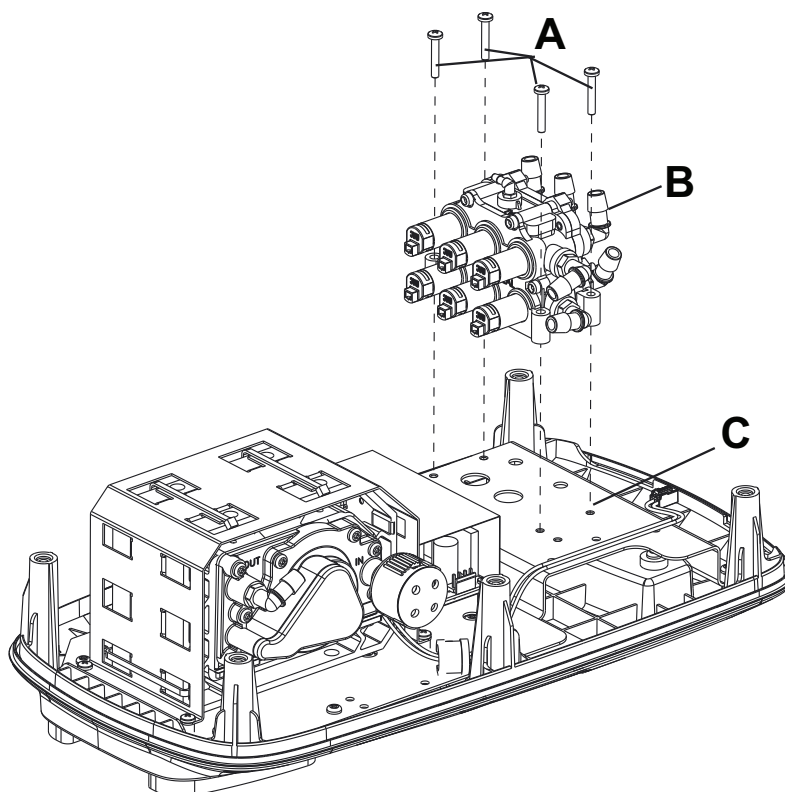

Figure 29 – Ensemble de collecteur de pompe
6. À l'aide d'un tournevis cruciforme n° 2, retirer les quatre vis (A) qui fixent l'ensemble collecteur de pompe (B) à la plaque arrière (C) (Figure 29). Conserver les vis.